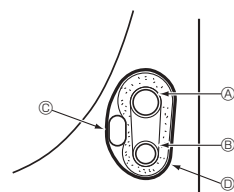

Fig. 4-5
4.4.1. Förvaring i enhetens rötrumme (Fig. 4-5)